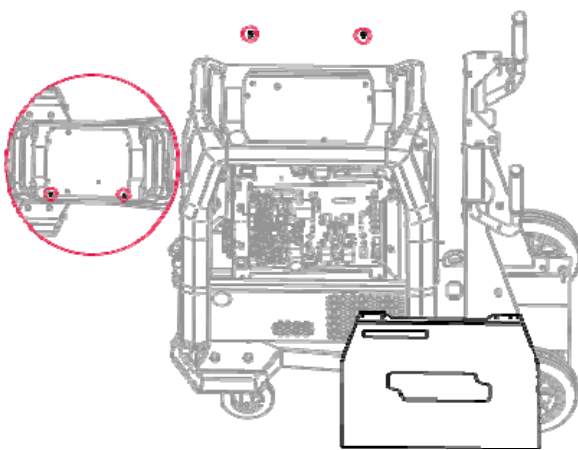

Bild 3
- Skruva loss och ta bort Speedtec-sidokåpan - skruva loss de två M5x20-skruvarna (bild 3)